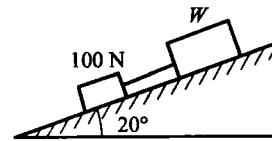

图 2.20
16. 两个物体用绳连接，放在斜面上，如图 2.20 所示。重为 100 N 的物体与斜面的摩擦因数为 0.2，重为 W 的物体与斜面的摩擦因数为 0.4。试求：